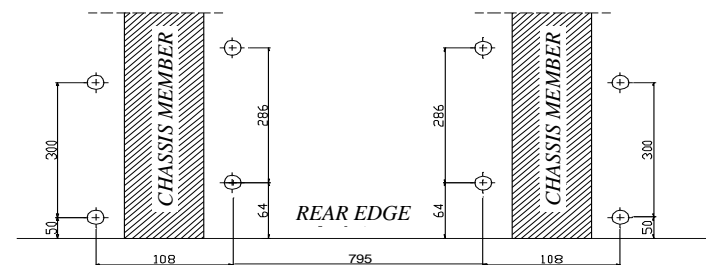

Fig. 1. Underneath view after bumper disassembly.
2. Underneath the car mark points according to figure 1. Next drill holes using bit $\varnothing 11\text{mm}$, make very carefully.
3. Inside the trunk put suitable upper fish-plates (pos.8).
4. Underneath the car put side brackets (pos. 4 and 5) and through holes (pos. A) and fish-plates (pos. 8) fix using bolts M10x35mm (pos. 10).
5. Underneath the car put fish-plates (pos. 6 and 7), next through holes (pos. B) and fish-plates (pos. 8) fix using bolts M10x35mm (pos. 10) .
6. Through holes (pos. C) fix main bar of the towbar (pos. 1) with side brackets using bolts M12x35mm (pos. 9).
9. Fix body of the automat and place tow-ball according to supplied instruction. Note! Remember to place socket plate (pos. 3) as shown on the drawing 1.
8. Przykręcić korpus automatu oraz zamocować kulę zgodnie z instrukcją dołączaną do zaczepu z końcówką szybkodemontowalną. Uwaga! Należy pamiętać o zamontowaniu blachy pod gniazdo , patrz rys. 1.